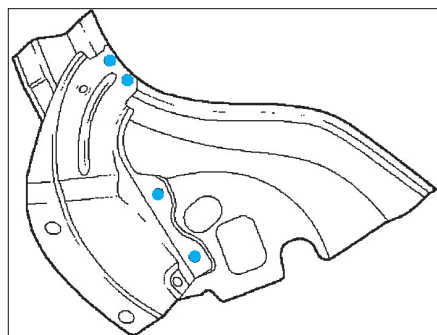

FIG. 117
- Souder les éléments du renfort de logement de feu arrière (**fig. 117**).